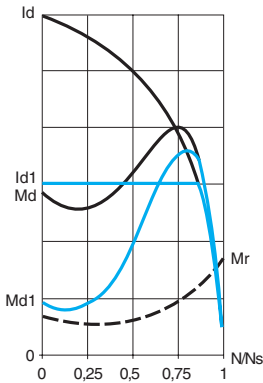

Figura 1
■ La figura 1 muestra la evolución del par en función de la corriente de arranque. La limitación de la corriente de arranque  $I_{d1}$  al valor predeterminado  $I_{d1}$ , reduce el par de arranque  $M_{d1}$  en una relación prácticamente igual a la relación del cuadrado de las corrientes  $I_{d1}$  e  $I_d$ .